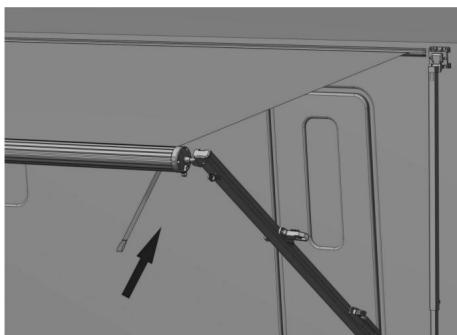

Figura D17
4.2.6 Suelte lentamente el carrete de reciclaje hasta que esté completamente retraído. (Al final, se puede utilizar el codo de un lado de la varilla de tracción para insertar la correa del rodillo para una operación auxiliar). (Figura D17)